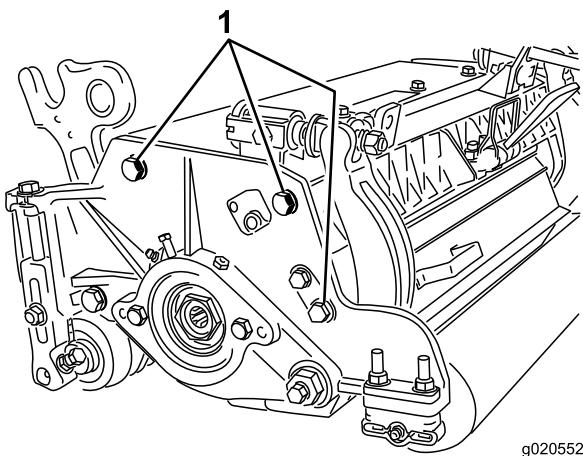

図 21
**注** リールと後ローラとの平行関係は、カッティングユニット全体の組み立て精度により保証されていますから、調整は不要です。極わずかの狂いの調整は以下の方法により可能です。カッティングユニットを定盤の上に載せ、サイドプレート固定キャップスクリュをゆるめる図 21。